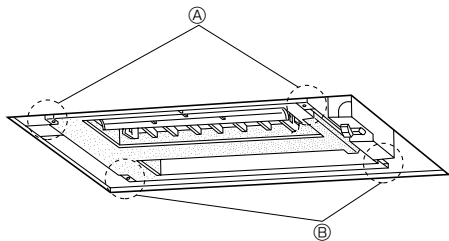

Fig. 5-2
①	Grille	1
②	Vis	6	M5 × 0,8 × 16
③	Vis	1	4 × 16
5.2. Vérification avant la mise en place (Fig. 5-2, 3)